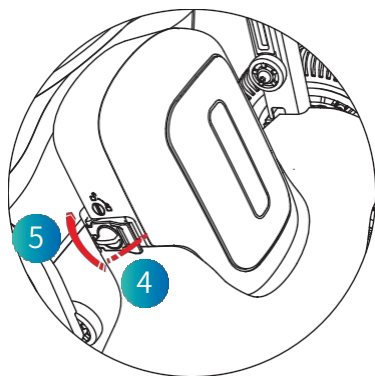

Figura 4.6.2.3
(3) Nella fase 3, chiudere manualmente la fibbia sinistra della batteria e ruotare la manopola del vano batteria in posizione di blocco. (Come mostrato nella Figura 4.6.2.3)